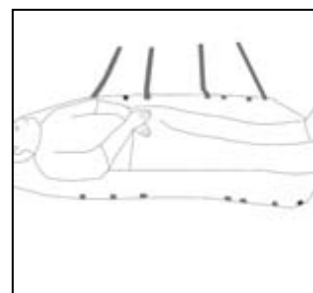

Fig. 8
- Levante as laterais da maca e aperte os 4 cintos às fivelas do lado oposto (fig. 8).